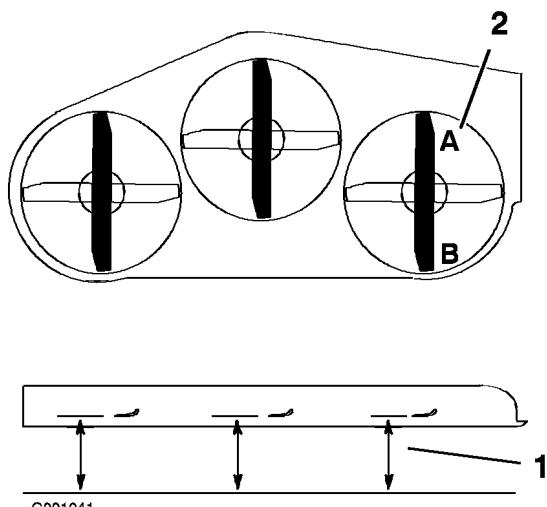

Figura 62
- Coloque la cuchilla derecha en posición longitudinal (Figura 62).
- Mida la cuchilla derecha en la posición **A** desde una superficie nivelada hasta el filo de corte del extremo de la cuchilla (Figura 62).
4. Mida la cuchilla derecha en la posición **B** desde una superficie nivelada hasta el filo de corte del extremo de la cuchilla (Figura 62).
6. La cuchilla del cortacésped debe estar entre 6 y 10 mm más baja en la posición **A** que en la posición **B** (Figura 62). Si no es correcta la distancia, continúe con los pasos siguientes.